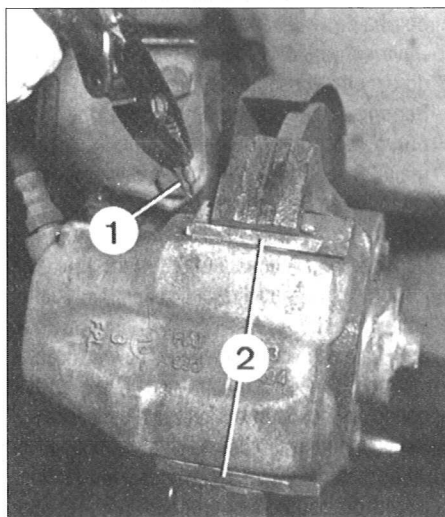

Fig. 82
- Colocar a chaveta inferior e o seu troço (Fig. 82).